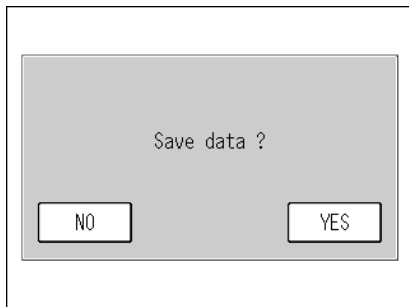

Fig. 81 Meldung Daten werden gesichert
- [SAVE]: Öffnet das Meldungsfenster zur Datensicherung Fig. 81 auf Seite 62).